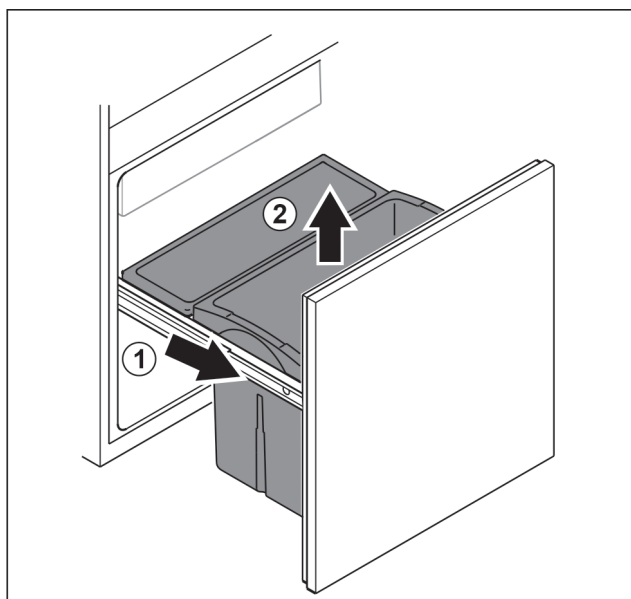

Fig. 100
- ▶ Trekk ut uttrekksvognen til anslag. Fig. 100 (1)
- ▶ Ta skuffen opp og ut. Fig. 100 (2)